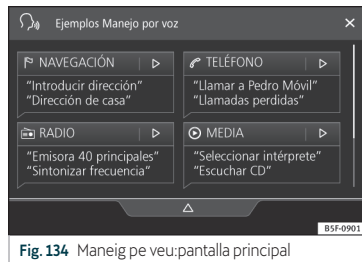

Fig. 134 Maneig pe veu: pantalla principal
- En activar el maneig per veu sonarà un to d'inici de diàleg i es mostrarà la pantalla principal de control per veu, » **fig. 134**, (la pan-
-   Amagar o mostrar menú control per veu >>> **fig. 134**.
En activar el control per veu el sistema us porta a la pantalla principal >>> **fig. 134**, on apareixeran els contextos en què funciona el sistema i les ordres principals.